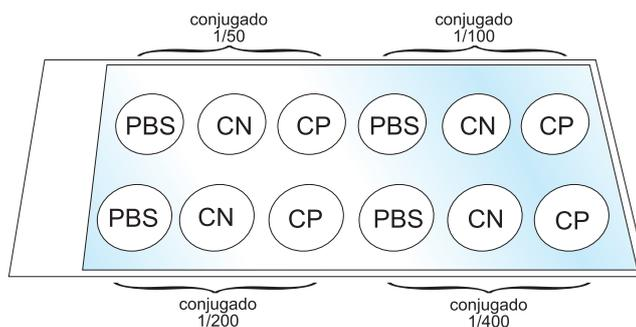

Figura 11 – Lâmina com PBS e soros positivo e negativo já diluídos para titulação do conjugado
13. pipete 10 µl de cada diluição do conjugado nas demarcações correspondentes da lâmina. Confira na figura 11.